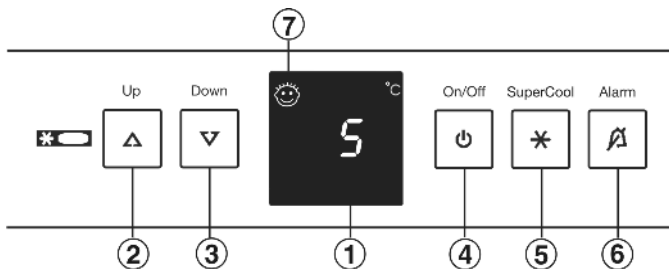

Fig. 2
- ▶ Premir o botão On/Off Fig. 2 (4).
- ▶ Activar o modo de regulação: Premir o botão SuperCool Fig. 2 (5) durante aprox. 5 segundos.
- ▶ Utilizando o botão de regulação Up Fig. 2 (2) e o botão de regulação Down Fig. 2 (3), seleccionar h.
- ▶ Confirmar: Premir o botão SuperCool Fig. 2 (5) por breves instantes.
- ▶ Regular o indicador para uma luminosidade superior: Premir o botão de regulação Up Fig. 2 (2).
- ▶ Regular o indicador para uma luminosidade inferior: Premir o botão de regulação Down Fig. 2 (3).
- ▶ Confirmar: Premir o botão SuperCool Fig. 2 (5).
- ▶ Desactivar o modo de regulação: Premir o botão On/Off Fig. 2 (4).
- ▶ Activar o modo de regulação: Premir o botão SuperCool Fig. 2 (5) durante aprox. 5 seg.